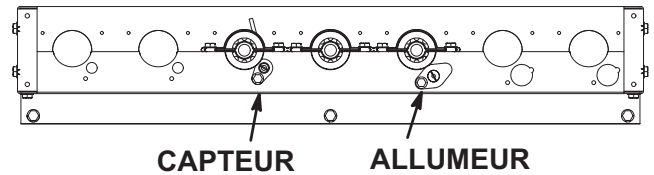

FIGURE 38
- 6 - Remettre les brûleurs et les vis maintenant les brûleurs. Voir la FIGURE 38.